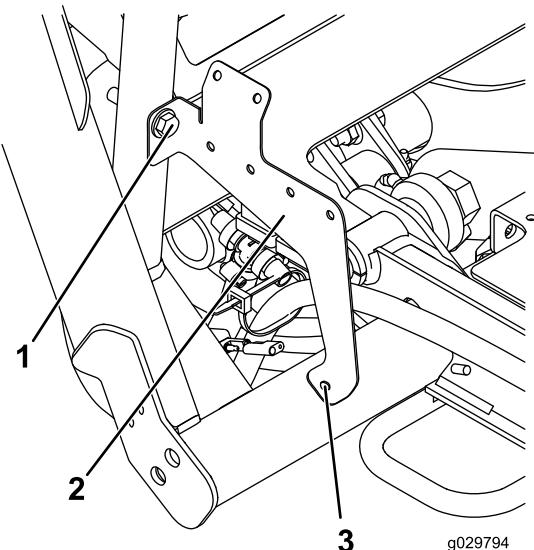

図 25
- フレームにリレーブラケットを仮止めするボルト3/8 x 2 インチ、ワッシャ0.406 インチとナット3/8 インチを使用して図 25のように取り付ける。
- 図 25 に指示されている箇所にマークを入れる。